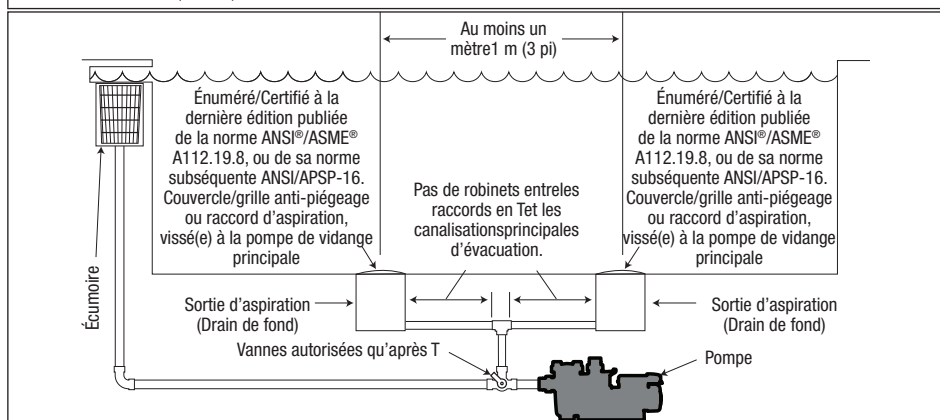

Figure 1. Plomberie adéquate pour aspiration de la pompe*
Nombre de prises d'aspiration par pompe : fournir aux moins deux (2) prises d'aspiration hydrauliquement équilibrées avec les couvercles, comme prises d'aspiration pour chaque conduite d'aspiration de pompe. Les centres des prises d'aspiration (drain) sur n'importe quelle conduite d'aspiration doivent être à au moins 90 cm (3 pi) de distance, centre à centre. Reportez-vous à la *Figure 1*.
Le système **doit** être construit pour inclure au moins deux (2) prises d'aspiration (drains) raccordées à la pompe lorsqu'elle fonctionne. Cependant, si deux (2) prises d'aspiration deviennent une seule conduite d'aspiration, celle-ci peut être dotée d'une valve qui arrête les deux prises d'aspiration de la pompe. Le système sera construit de manière à ne pas permettre un verrouillage séparé ou indépendant, ni l'isolation de chaque drain. Reportez-vous à la *Figure 1*. D'autres pompes peuvent être raccordées à une seule conduite d'aspiration tant que les exigences ci-dessus sont respectées.